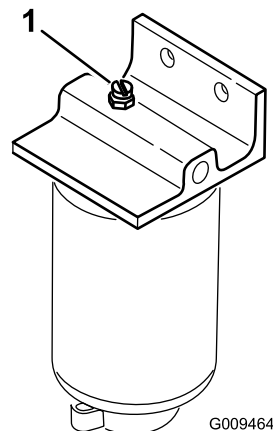

Figura 41
3. Aprite il tappo di sfiato sul separatore carburante/acqua (Figura 41)